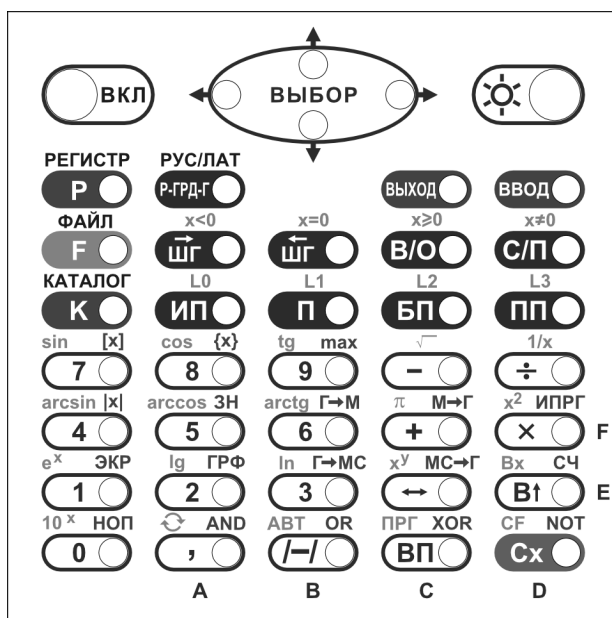

Рис. 1. Клавиатура ЭВМ.
3.1.3. Клавиатура (рис. 1) расположена в нижней части лицевой панели ЭВМ. Клавиатура содержит 38 клавиш, а также выключатели питания и подсветки.